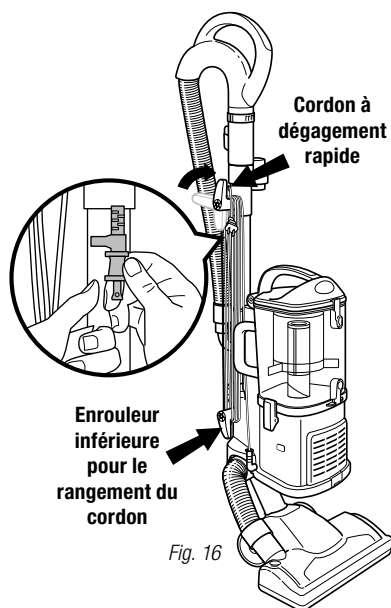

Fig. 16
- 2 Faites tourner le dispositif du cordon à dégagement rapide supérieur à sa position verticale et enroulez le cordon d'alimentation sans serrer autour de deux attaches. Agrafez la prise sur le cordon pour la fixer. (Fig. 16)